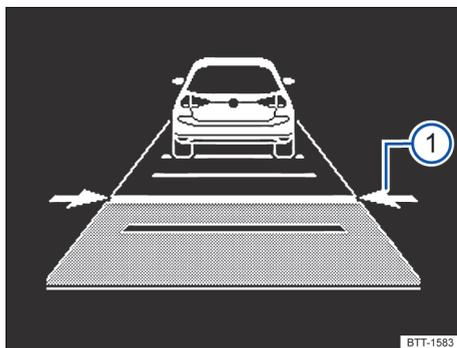

Fig. 129 No display do instrumento combinado: ajustar a distância (representação esquemática, o ACC regula).
No display do instrumento combinado é mostrada o nível ajustado → Fig. 129 ①. Considere as disposições legais sobre a distância mínima de segurança do país em questão.